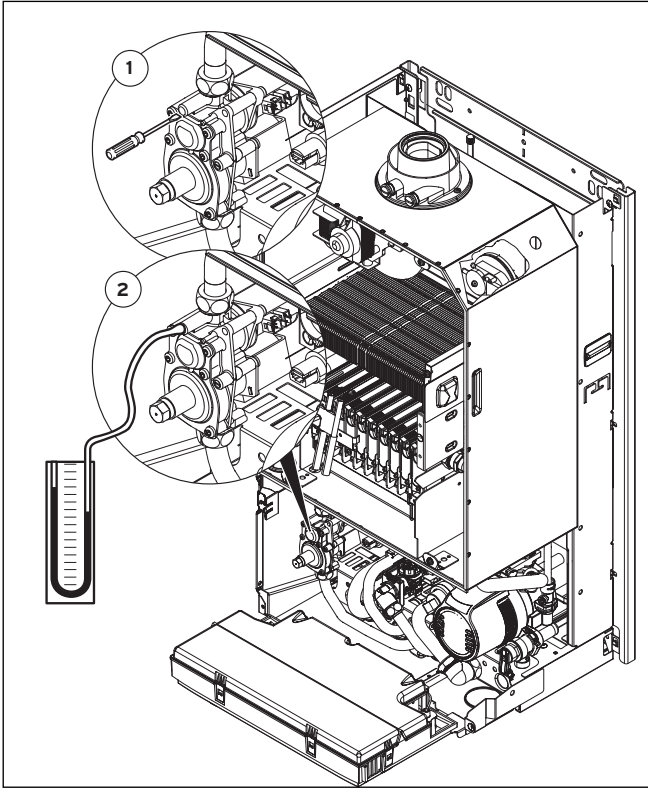

Abb. 6.4 Nennbelastung überprüfen
- Lösen Sie die Dichtungsschraube an der Gasarmatur (1 in Abb. 6.4).
- Schließen Sie ein Digital-Manometer oder U-Rohr-Manometer an (2 in Abb. 6.4).